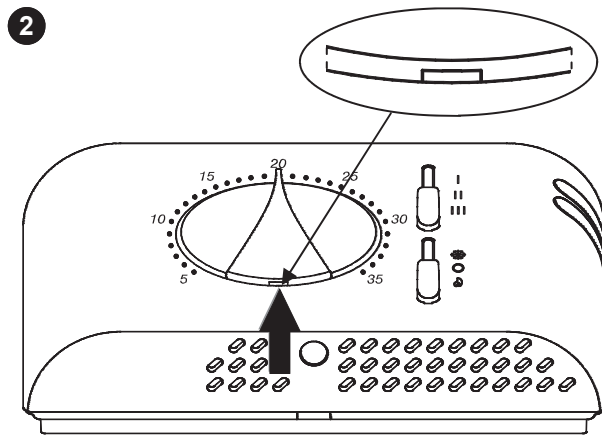

Fig. 3 - Abb. 3
- Déplacer les deux glissières complètement vers le bas et placer le bouton rotatif sur 20°C ; soulever ensuite le bouton rotatif en faisant levier à l'aide d'un tournevis dans la fente prévue à cet effet et signalée par une flèche sur la Fig. 3, en faisant attention à ne pas griffer la calotte.
- Schieben Sie die Wahlschalter nach Unten und den Drehknopf auf 20°C. Jetzt entfernen Sie den Drehknopf mit einem Schraubendreher, wie in Abb. 3 dargestellt.